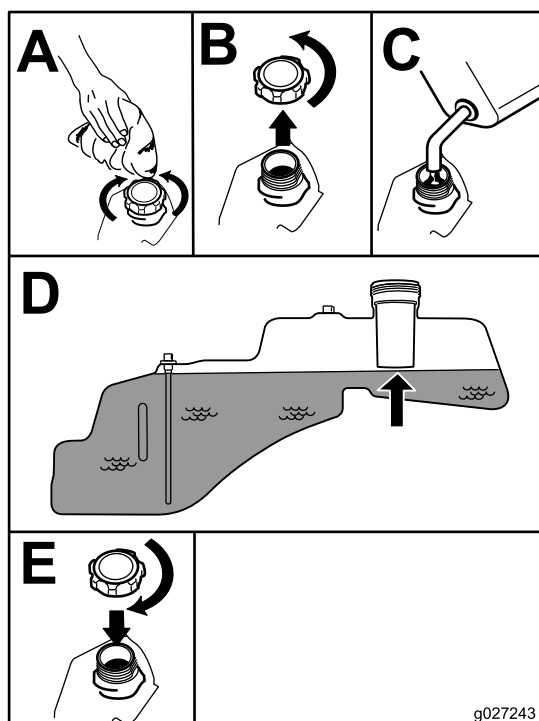

Figure 8
4. Remplissez le réservoir de carburant jusqu'à la base du goulot de remplissage (Figure 8).